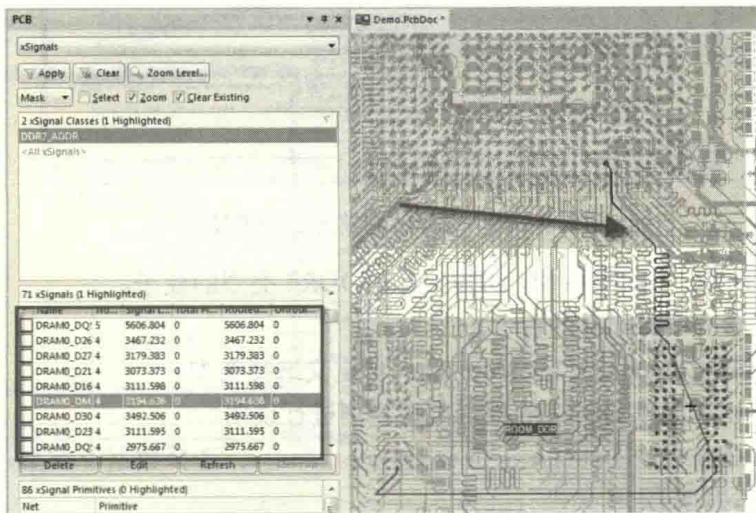

图 9-124 添加成功的 xSignals
(3) 单击“Analyze”按钮，系统即可自动分析出哪些网络需要添加到 xSignals 中，单击“OK”按钮，完成添加，如图 9-124 所示。